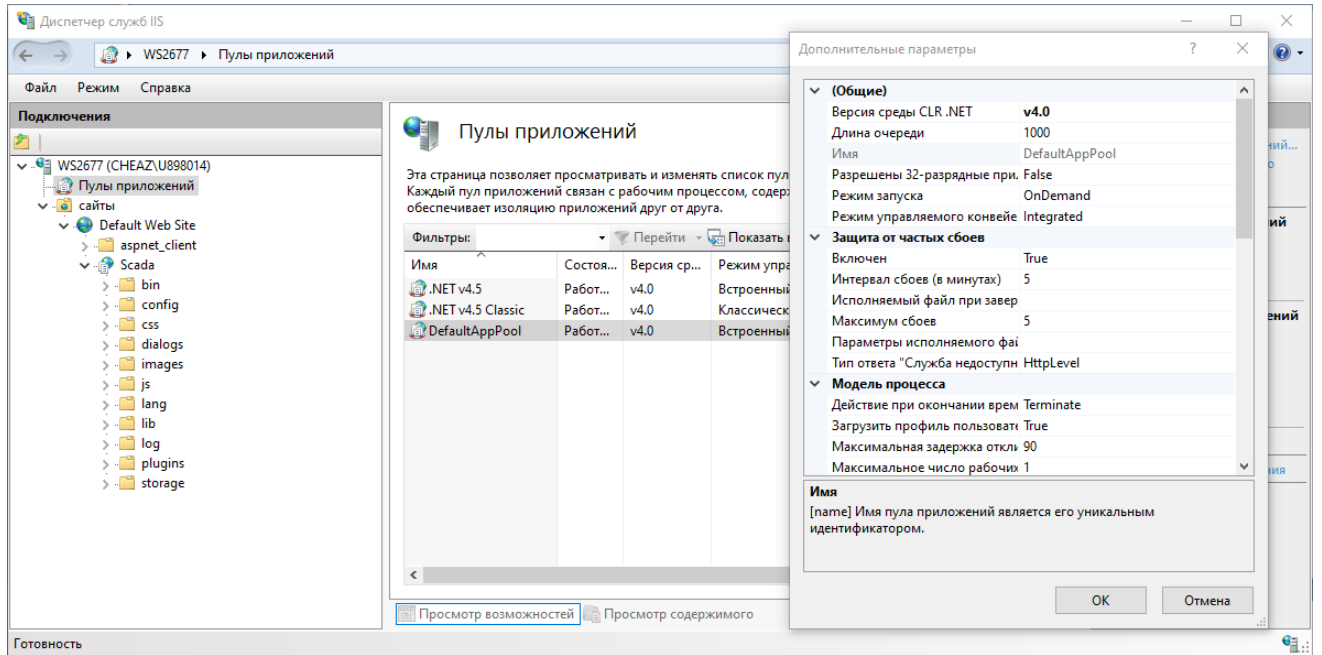

Рис. 6.3.3 Дополнительные параметры DefaultAppPool
- 1) При работе на компьютере с 64-х битной системой, в диспетчере служб IIS для пула приложений по умолчанию (DefaultAppPool) в параметрах необходимо установить значение "Разрешены 32-разрядные приложения" в положение True (рис. 6.3.3);